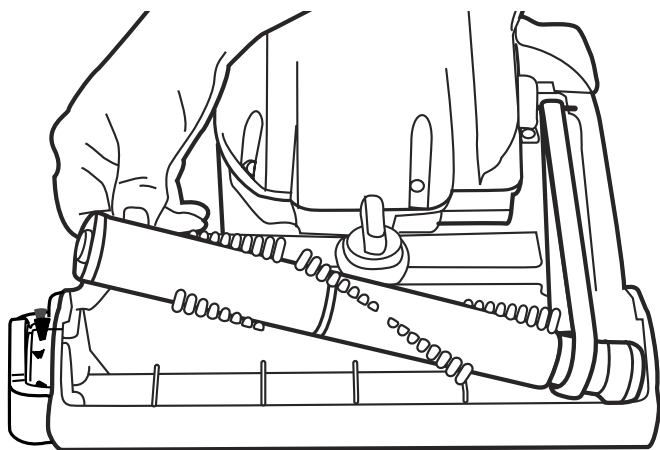

FIG. 31
- Step 3:** Remove the hood from the cleaner and check for a blockage in the brushroll area (FIG. 31). Make sure the hose inlet is clear. **If no blockage is found, continue to step 4.** After the blockage is found and cleared, replace the hood on the cleaner.
Étape 3 : Enlever le capot de l'aspirateur et vérifier pour un blocage au niveau du rouleau-brosse (FIG. 31). S'assurer que l'arrivée du tuyau soit dégagée. **S'il n'y a aucune obstruction, continuer à l'étape 4.** Après avoir trouvé et enlevé l'obstruction, remettez le capot sur l'aspirateur.
Paso 3: Quite la tapa de la base de la aspiradora y revise para ver si hay alguna obstrucción en el área del cepillo circular (FIG. 31). Asegúrese de que la entrada de la manguera no está obstruida. **Si no encuentra ninguna obstrucción, siga al paso 4.** Después de encontrar y sacar la obstrucción, vuelva a colocar la tapa en la aspiradora.